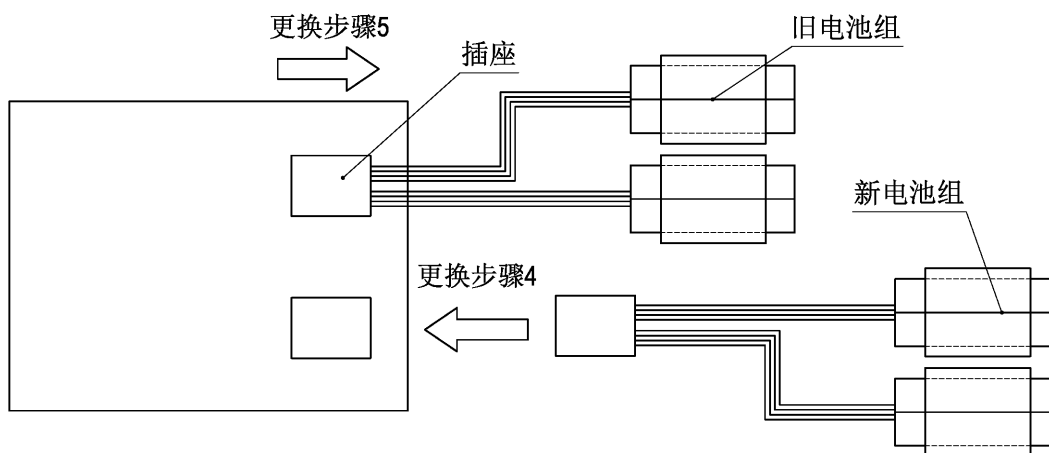

图 18 电池组连接
- ① 关闭控制器主电源；
- ② 拆下电池盒螺钉，拉出电池盒，以便更换；
- ③ 将旧电池组从电池盒中取出，注意不要拔下旧电池组插头；
- ④ 将新电池组的插头插在电池盒内空闲的插座上（参考图 18）；
- ⑤ 拔下旧电池组的插头；